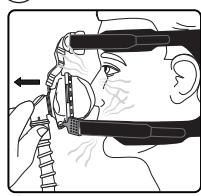

Figure 6
7. Remettez le masque en place en écartant directement le masque du visage et en le remettant délicatement en place (figure 6).